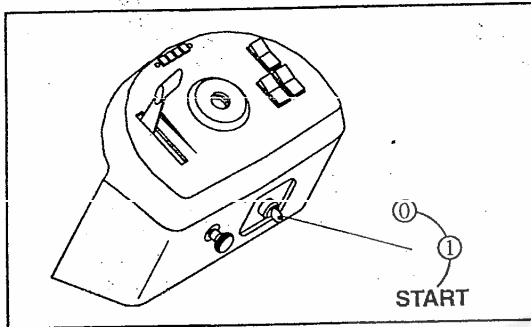

Fig. 6
- Mettre le levier de l'accélérateur (fig. 6) en position avant (pour les moteurs munis d'un saturateur en position „démarrage“, le levier de commande de l'accélérateur reste en position „arrêt“.)
- Mettre la clé dans le contacteur de démarrage (fig. 6), la tourner en position „1“ pour que le circuit du courant se mette en marche, et ensuite en position „démarrage“ pour la mise en marche du moteur. Relâcher la clé après le démarrage du moteur. Pour les moteurs avec la commande du saturateur enfoncer la commande du saturateur.